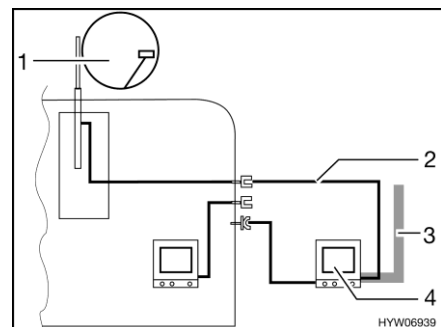

Fig. 124 TV dans l'auvent
- TV dans l'auvent (Fig. 124,4) : Raccord à l'antenne sur le toit (Fig. 124,1) avec câble d'alimentation (Fig. 124,2)
- TV dans l'auvent (Fig. 124,4) : Raccord à l'antenne extérieure (Fig. 124,3)